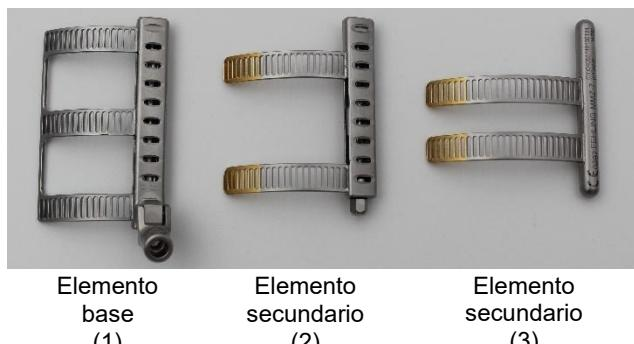

Fig. 16b: Hoja Treede Maxposition en sus elementos individuales
La figura 16a muestra la hoja Treede Maxposition, compuesta por tres elementos de diferentes tamaños. Consta de un elemento base (1), un elemento primario (2) y un elemento secundario (3) (Fig. 16b).